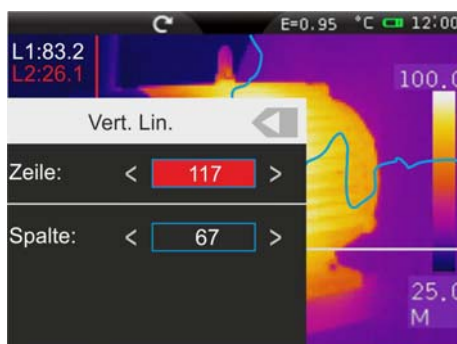

Abb. 27: Einstellung der Position des Cursors der Linie
2. Berühren Sie das Symbol zur Einstellung des genauen Wertes in Pixel der Position des Cursors der Linie im Display (siehe Abb. 27).